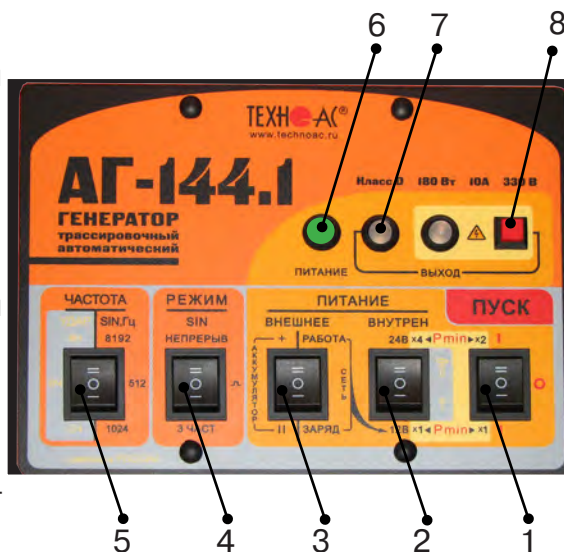

рис. 4.3
Включить питание клавишей включения питания поз. 1 **рис.4.3** в одно из положений «I», в зависимости от выбираемой мощности. При свечении индикатора «Питание» поз.6 желтым цветом следует зарядить внутренние аккумуляторы, свечение зеленым цветом - можно приступать к работе.
1) Открыть крышку. Выбрать переключателем «ЧАСТОТА» поз. 5 **рис.4.3** необходимую частоту синусоидальной генерации (512 / 1024 / 8192Гц).
2) Выбрать переключателем «РЕЖИМ SIN» поз. 4 **рис.4.3** необходимый вид синусоидальной генерации (непрерыв//Зчаст).
Переключатель поз.3 **рис.4.3** установить в положение «работа».
Переключателем напряжения внутреннего питания поз.2. **рис.4.3** установить первый коэффициент выбора мощности генерации.
4) Включить питание клавишей включения питания поз.1 **рис.4.3** в положение соответствующее второму коэффициенту выбора мощности
5) Начнется генерация и автосогласование с постепенным возрастанием напряжения на выходе. Здесь следует наблюдать за цветом индикатора «ВЫХОД» поз.7 **рис.4.3**. Если автосогласование закончилось зеленым свечением – заданная мощность достигнута. Если желтым – сопротивление нагрузки слишком велико для заданной мощности при выходном напряжении ограниченном «по умолчанию» на «безопасном» уровне 24 В.
1) Выключить питание генератора клавишей включения питания поз.1 **рис.4.3**, установив ее в положение «0».